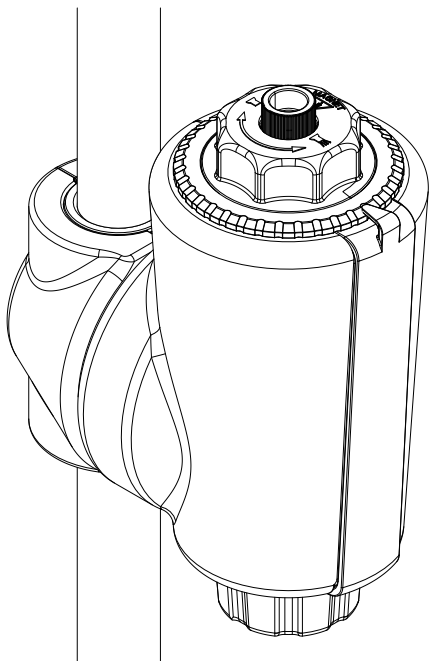

Abb. 2
- Die Hauptachse des Heizungsfilters vertikal ausrichten: Siehe Abb. 2 und 3.